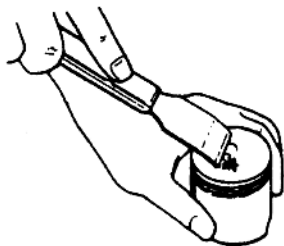

图 1-15 清除活塞顶部积炭
(1) 活塞顶部及环槽内积炭的清除方法: 活塞顶部积炭可用不尖锐的金属刮刀或非金属刮刀将其刮除干净(图 1-15), 并注意不要刮伤或碰伤活塞顶部。活塞环槽内积炭可用小刀刮除(图 1-16), 也可用折断的活塞环的断面磨平保持锐边做成刮除工具来刮除, 并注意不要刮伤活塞环槽; 清除后, 将环装在各环槽内并转动它们, 确认活塞环能顺利转动, 无卡滞现象为宜。
(2) 活塞的检修方法